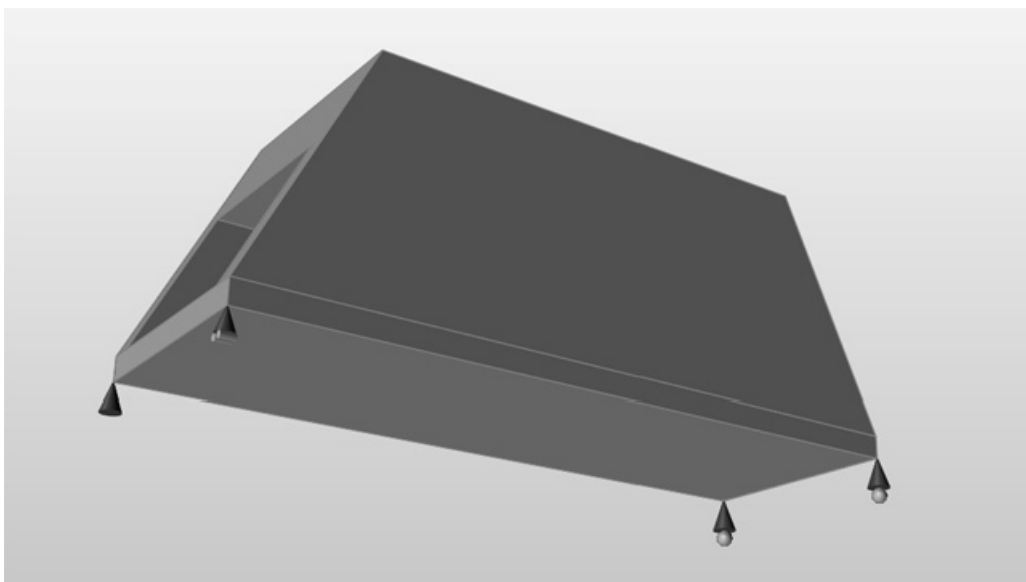

图 4-38
10) 缩小并调整视图，此时出现如图 4-38 所示的模型。